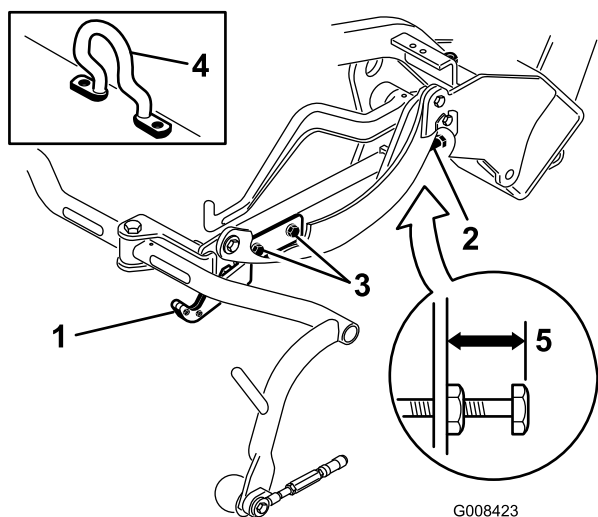
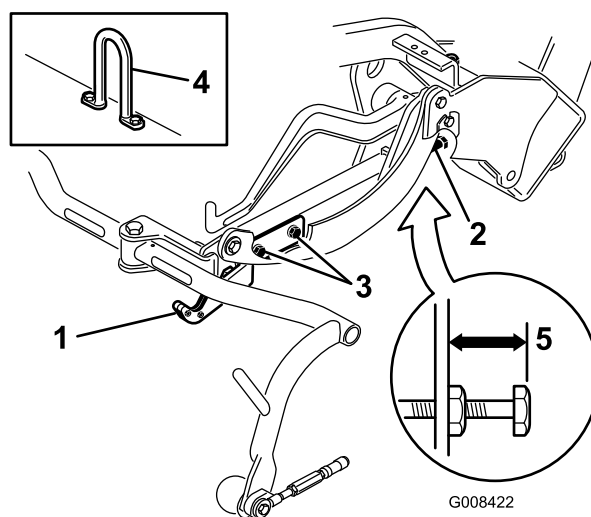
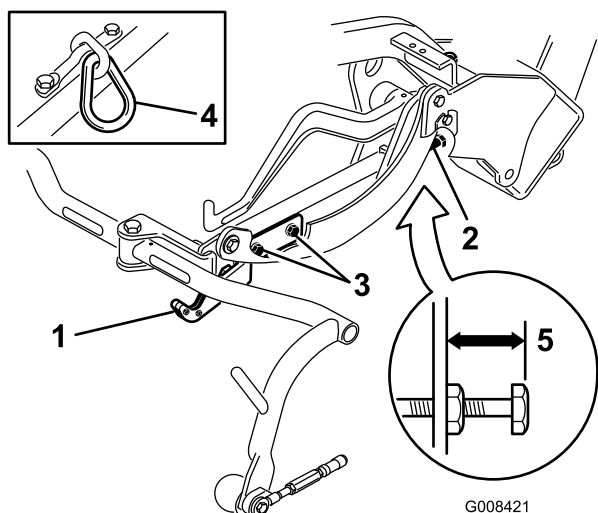

Рисунок 12
Рисунок 14
Рисунок 13
Проверьте транспортную высоту (Рисунок 13 и Рисунок 14) и при необходимости отрегулируйте.
2. На режущих блоках, оборудованных подъемной проушиной (Рисунок 12, врезка), убедитесь в том, что расстояние от верха регулировочного винта несущей рамы до задней стороны несущей рамы составляет 25 мм. Если расстояние не равно 25 мм, перейдите к этапу 4.
- На режущих блоках, оборудованных подъемной проушиной (Рисунок 13 и Рисунок 14, врезка), убедитесь в том, что расстояние от верха регулировочного винта несущей рамы до задней стороны несущей рамы составляет 22 мм. Если расстояние не равно 22 мм, перейдите к этапу 4. Если режущий блок оборудован подъемной проушиной (Рисунок 12), перейдите к следующему этапу.
- Выверните винты крепления транспортной планки (Рисунок 13, Рисунок 14 и Рисунок 12).
- Если несущие рамы находятся на разной высоте, отпустите зажимную гайку на регулировочном винте несущей рамы (Рисунок 12, Рисунок 13 и Рисунок 14). Поворачивайте винт наружу для подъема и внутрь для отпускания. После получения надлежащей высоты затяните зажимную гайку.